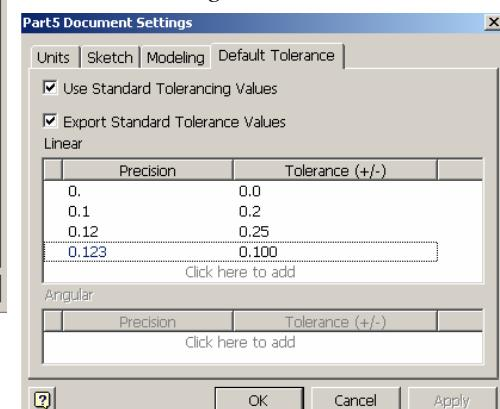

Figura 1.2.3.
- secțiunea **Default Tolerance** – impune nivelele de precizie și toleranțele lineare și unghiulare asociate dimensiunilor componentelor, figura 1.2.3;